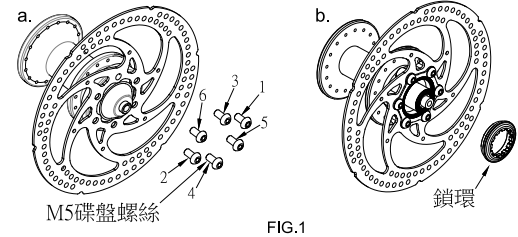

FIG.1
- a. 碟盤螺絲:將碟盤放置於花鼓的安裝平面上,並確認碟盤上箭頭所指方向同於車輪前進的旋轉方向。用T25梅花板手將M5碟盤螺絲依序鎖緊於花鼓上,鎖緊扭力6-8Nm。(如FIG.1)
- b. 中心鎖入式:將碟盤安裝至花鼓的裝配面上,使用套筒將鎖環鎖附於花鼓上,鎖緊扭力35-40Nm。(如FIG.1)。